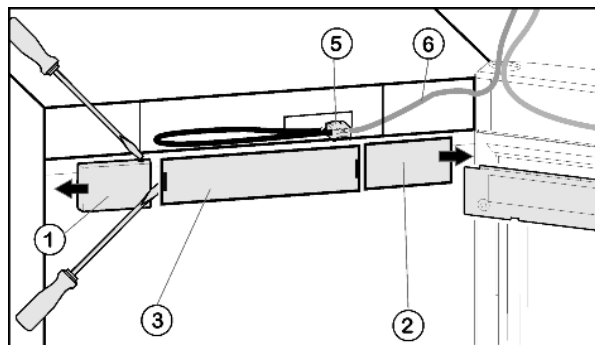

Fig. 4
- Togliere la copertura Fig. 4 (1) lato maniglia: liberare a destra con il cacciavite e spingere verso l'esterno.
- Togliere la copertura lato cerniera Fig. 4 (2): liberare a sinistra con il cacciavite e spingere verso l'esterno.
- Togliere il pannello frontale Fig. 4 (3) con il cacciavite per viti ad intaglio.
- Estrarre il contatto e staccare il collegamento a spina Fig. 4 (5).
- Staccare il cavo grigio Fig. 4 (6) dalla guida.
- ▶ Ripristinare il collegamento a spina Fig. 4 (5).
- ▶ Applicare nuovamente sopra la copertura Fig. 4 (3).
- ▶ Applicare dall'esterno la copertura Fig. 4 (2) sul lato cerniera ruotata di 180° e innestarla.